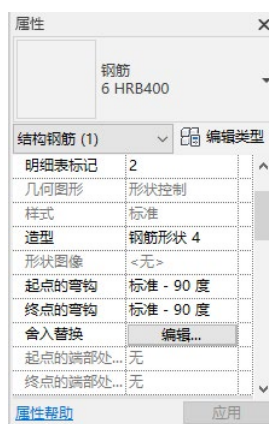

图 13-20 更改“起点/终点的弯钩”
(6) 在“属性”选项板中更改“起点 / 终点的弯钩”为“标准—90 度”，如图 13-20 所示。